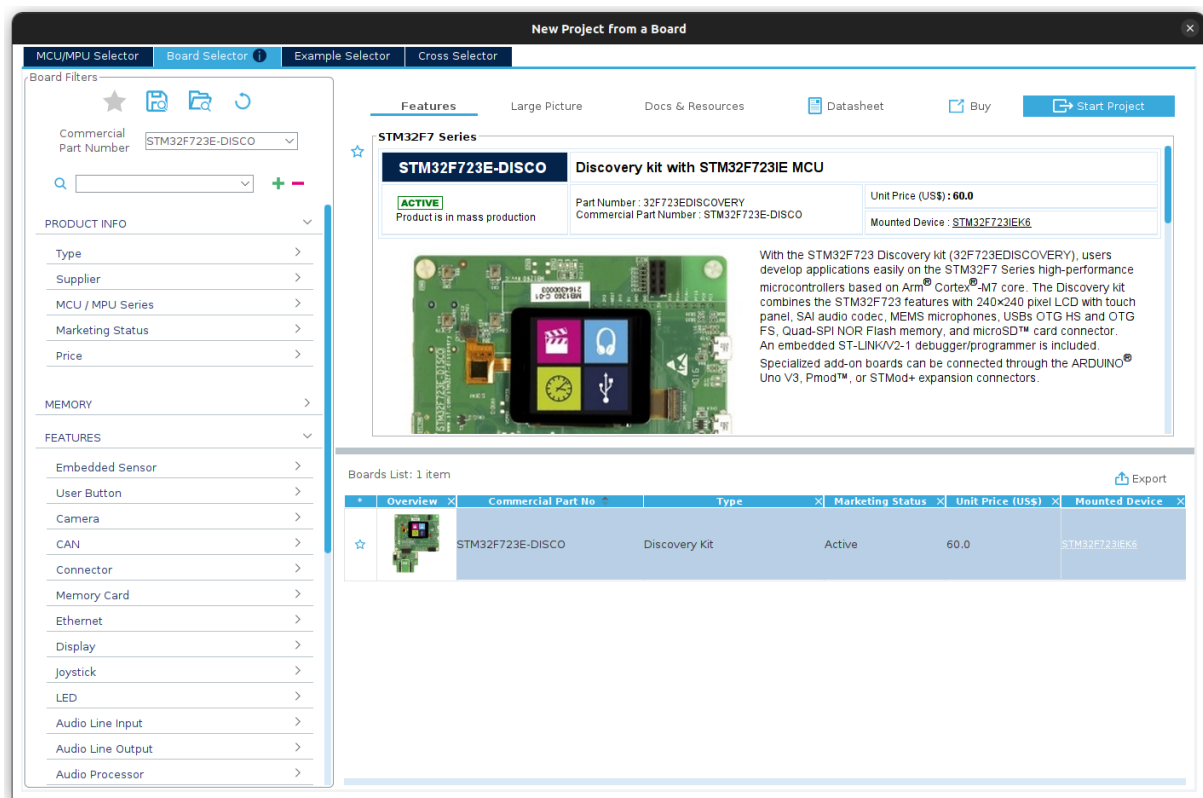

Figura 41: Selector de placas con la STM32F723E-DISCO seleccionada
- **BOARD:** En este caso, partimos de un procesador que ya se encuentra dentro de una placa, y sus pines tienen conexiones concretas establecidas (LEDs, Botones, Pantallas...). En este modo, simplemente deberemos elegir qué funciones activamos, pero no tendremos la dificultad de tener que planificar qué hace cada pin. Utilizaremos este segundo modo eligiendo nuestra placa (723E discovery) (Figura 41).